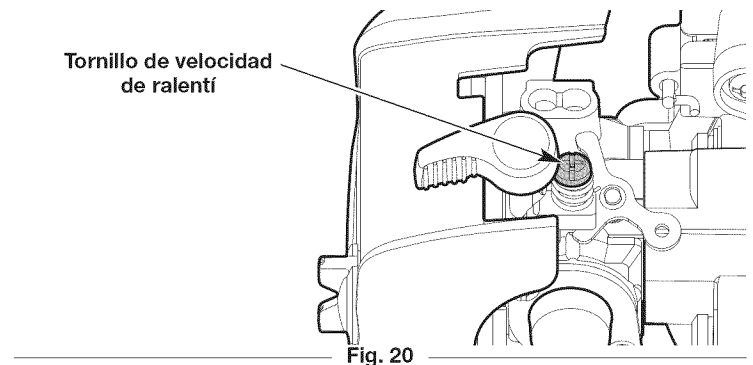

Fig. 20
- Si el motor se para, aumente la velocidad de ralentí. Use un destornillador Phillips pequeño para girar el tornillo de velocidad de ralentí en el sentido de las agujas del reloj, 1/8 de giro cada vez hasta que el motor funciona al ralentí de manera uniforme (Fig. 20).
- Si la cuchilla gira cuando el motor funciona al ralentí, reduzca la velocidad de ralentí. Gire el tornillo de velocidad de ralentí en el sentido contrario a las agujas del reloj, 1/8 de giro cada vez, hasta que se detenga la cuchilla (Fig. 20).